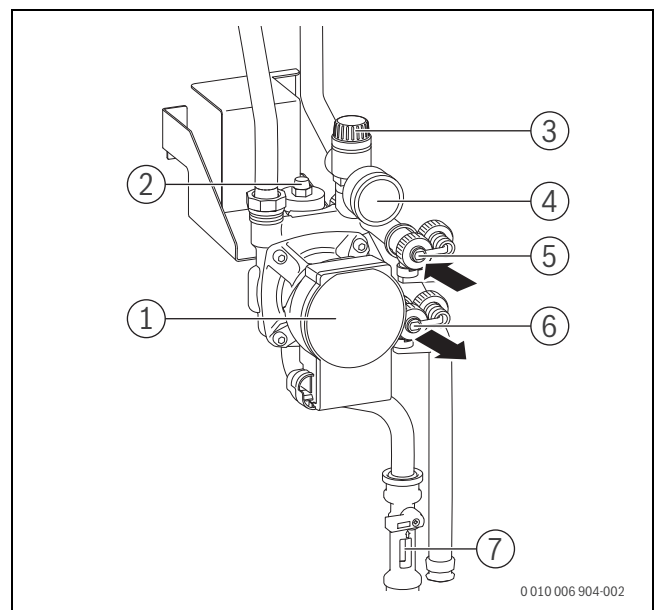

Bild 236 Übersicht Solargruppe
Befüllinrichtung an den Füll- und Entleerhähnen der Solarpumpe (→ Bild 236) anschließen:
- ▶ Füll- und Entleerhähnen (→ Bild 236, [5] und [6]) öffnen.
- ▶ Während des Spülens den Füll- und Entleerhahn an der Saugseite (→ Bild 236, [6]) mehrmals kurzzeitig drosseln und anschließend schnell komplett öffnen. Dadurch können sich gestaute Luftblasen in der Rohrleitung lösen.